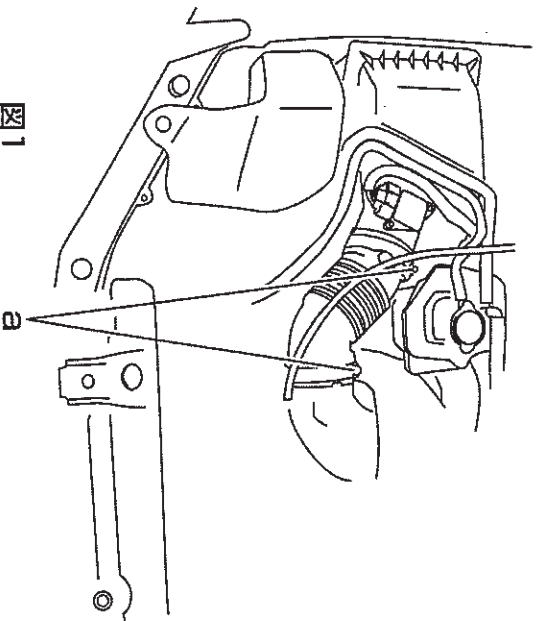

図1
- 1, 図1-aのホースバンド2本を緩め、ゴム製インタークホースを取り外します。